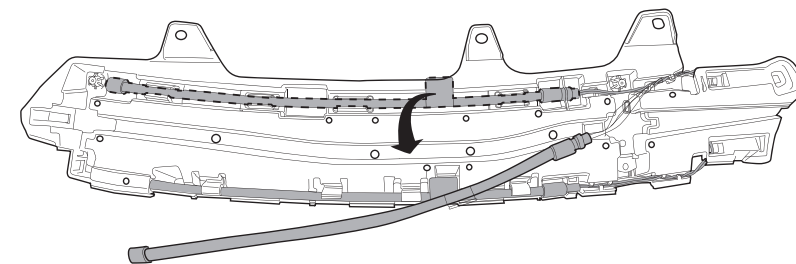

Fig. 4a
10. **Внимание, если имеются:** Снять указанные детали. См. рисунок 3. Выпилить обозначенную часть, как указано на рис. 4a-4b.